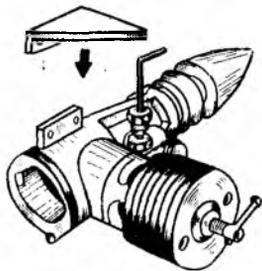

Рис. 63. Защита для жиклера
**Защита для жиклера** (рис. 63). Устанавливая микродвигатели с передним распределением на модели воздушного боя или учебные, всегда идут на определенный риск. Дело в том, что при неудачных посадках у моторов, как правило, ломается игла жиклера или, что еще хуже, повреждается сам жиклер.